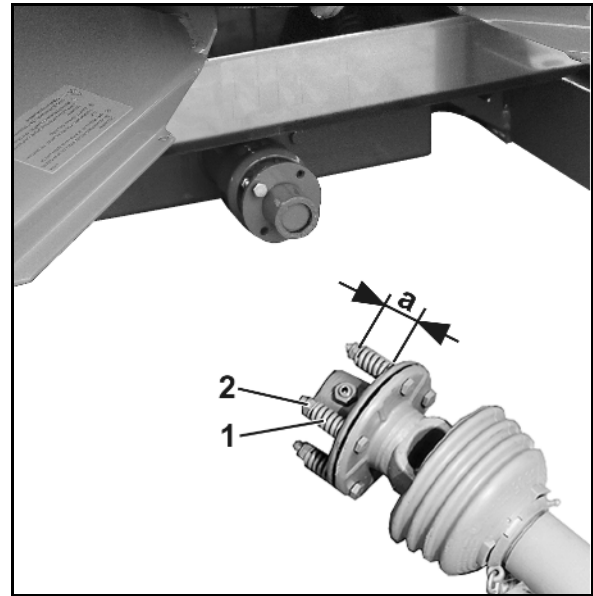

Рис. 97
3. Выверните резьбовую пробку сливного отверстия (Рис. 97/1).